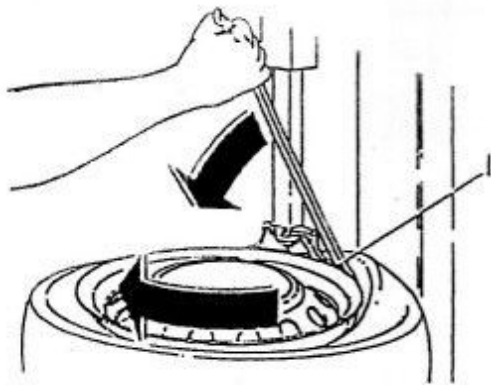

Fig.17
• Soulevez le bourrelet avec levier démonte pneus et l'accrocher sur la tête de démontage (comme fig.17 18).